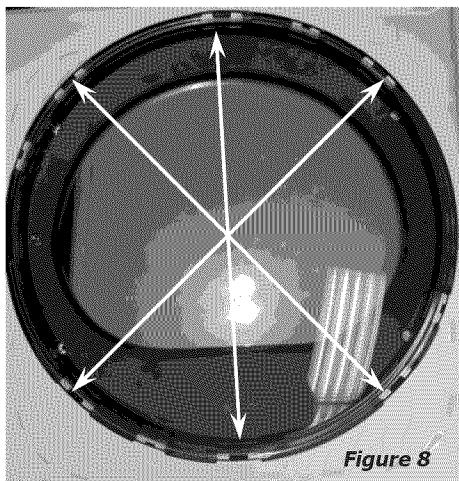

Figure 8
- 9 en séparant plusieurs des languettes de retenue et retirez la lentille loin de l'anneau de transition. (Figure 8)